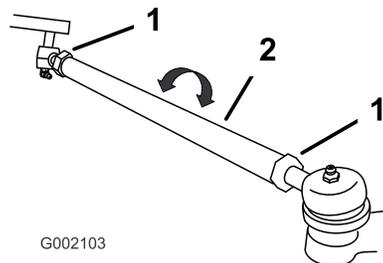

図 43
3. 前後の測定値が適正值から外れている時には (適正值はこの項の一番最初に示されている)、タイロッド両側のジャムナットをゆるめる (図 43)。